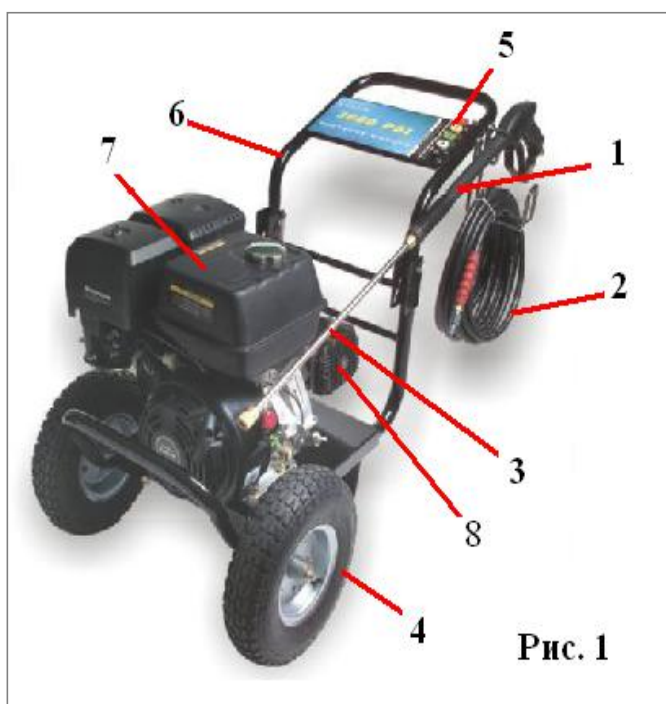

Рис. 1
3.1 Устройство модели 3WZ3600A (см. рис. 1)